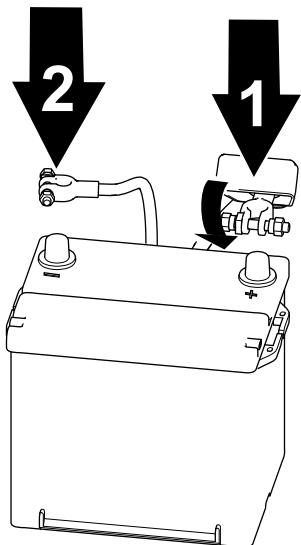

図 58
1. プラス+ケーブルをバッテリーに接続し、クランプナットで接続する図 58。
2. マイナス-ケーブルをバッテリに接続し、クランプナットで接続する図 58。